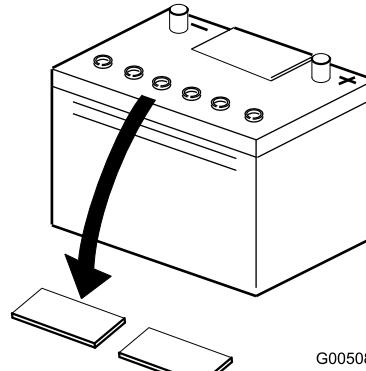

図 5
4. バッテリーの上部をきれいに拭い、キャップを取り外す(図 5)。